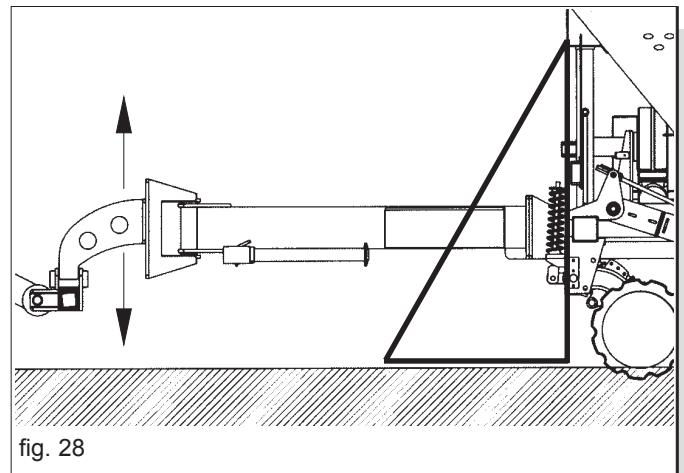

fig. 28
- la posizione dell'attacco primo e secondo punto del timone per macchina trainata (Fig. 28).